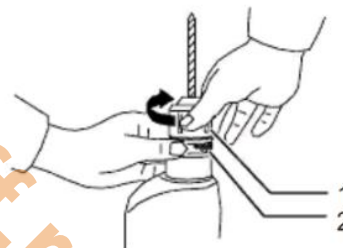

РИСУНОК 2.2.1. УСТАНОВКА ОСНАСТКИ.
3. Держите рисунок неподвижно нижнюю муфту патрона «2» и поверните до упора по часовой стрелке верхнюю муфту патрона «1» (рисунок 2.2.1.) для фиксации оснастки.